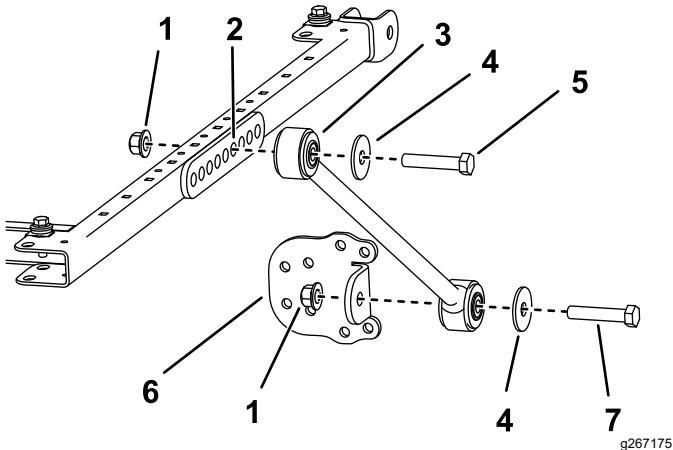

Figura 27
11. En cada lado del bastidor del toldo, Monte provisionalmente un tirante en el sexto taladro del soporte con un perno (1/2" x 2 3/4"), una arandela (1/2") y una tuerca con arandela prensada (1/2"), tal y como se muestra en la Figura 27.
12. Sujete provisionalmente un soporte de tirante a cada tirante con un perno (1/2" x 2 1/2"), una arandela (1/2") y una tuerca con arandela prensada (1/2"), según se muestra en Figura 27.